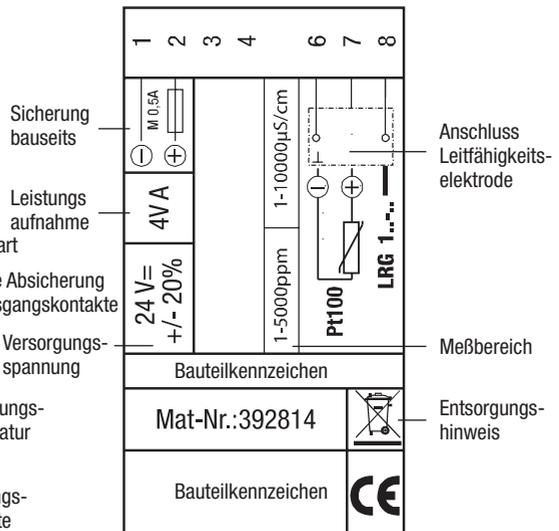

Fig. 1
Der Leitfähigkeitsschalter LRS 1-50 wird im Schaltschrank auf einer Tragschiene Typ TH 35, EN 60715 aufgerastet. Fig. 1 ④